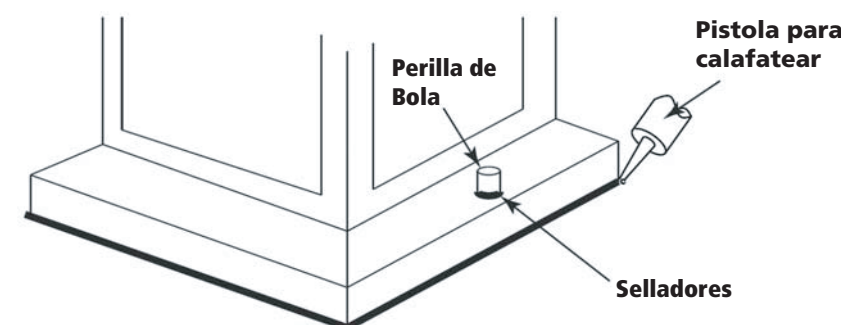

Figura 2
1. Conecte el cable de alimentación positiva (A) (normalmente negro el lado no marcado suave del cable de dos conductores) de plomo accesorio positivo (B) con un giro de tamaño apropiadamente conector - Véase la Figura 2 y 3.
2. Conecte el cable de alimentación negativa (C) (por lo general de color blanco o el lado marcado estriado del cable de dos conductores) de plomo accesorio negativo (D).
Loop alambre de tierra (E) (generalmente de cobre o verde recubierto de plástico) debajo de la cabeza del tornillo de tierra (S) en la brida de montaje accesorio (M) y conectar con el extremo suelto del cable de tierra luminaria directamente al cable de tierra del sistema de construcción con un tamaño adecuado twist-conectores - Véase la Figura 2.
Después asegurar fijo en su lugar, se recomienda que la distancia entre la parte superior y la base de montaje del accesorio se sellará con cualquier buen masilla impermeable de calidad o sellador de silicona (no incluido). También se recomienda que una pequeña capa de madilla o sellador de ser sometidos a los mandos de bolas utilizadas para montar accesorio – Véase la Figura 2.